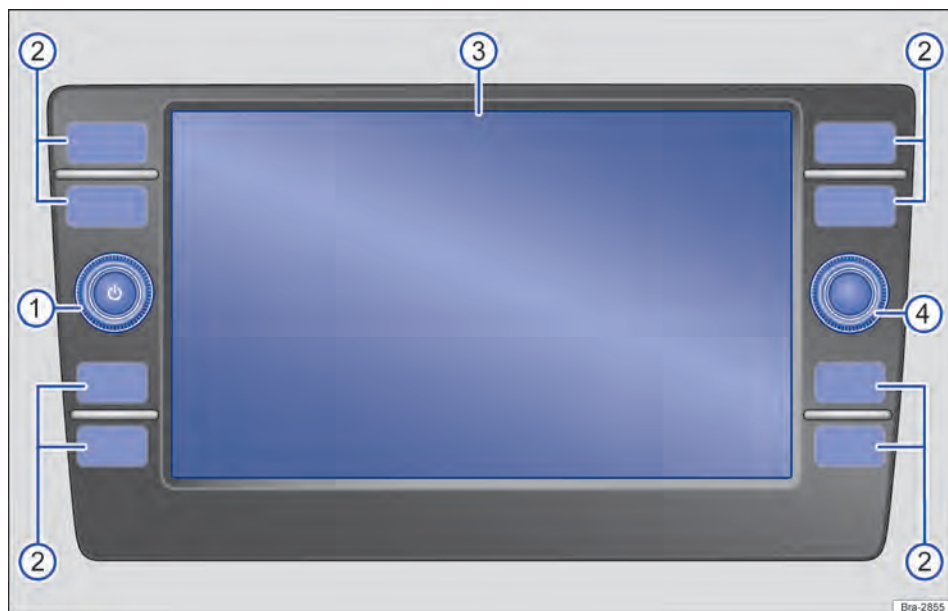

Fig. 121 Vista geral dos comandos.
O aparelho é fornecido em diferentes variantes, diferenciadas pela inscrição e função dos botões do rádio → Fig. 121 ②.
- ① **Botão rotativo e de pressão**
- ② **Botões do rádio:** *pressionar* para acessar uma superfície de função.
- ③ **Display:** tela de toque.
- ④ **Botão de configurações:** a função depende da respectiva condição de operação.